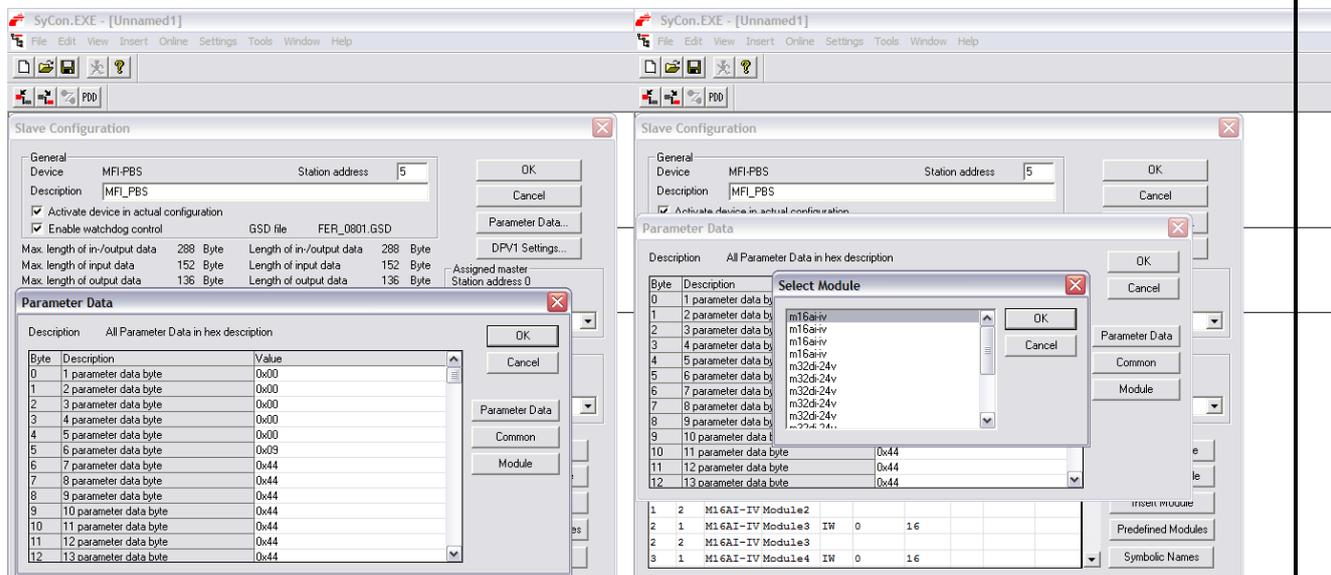

Figura 3.3.5 – Exemplo de configuração e parametrização no SyCon (parametrização)
- 8) Para parametrizar cada um dos módulos nos slots, clique em *Parameter Data...* e aparecerá uma janela como o da Figura 3.3.5. Se clicarmos no botão *Common*, aparecerão dois parâmetros específicos da interface e não dos módulos nos slots (*Operation Mode* e *Diagnostic Information*). Deixe-os como está. Qualquer dúvida sobre o significado dos parâmetros, leia o manual do módulo escravo PROFIBUS do Citrino (MFI-PBS). Se clicarmos no botão *Module*, pode-se parametrizar um módulo em um determinado slot. Para parametrizar o primeiro M16AI-IV, basta dar um duplo clique no primeiro módulo da janela da Figura 3.3.5 e escolher as opções. Qualquer outra parametrização deverá ser feita utilizando o mesmo raciocínio. Após finalizado clique em OK em todas as janelas;